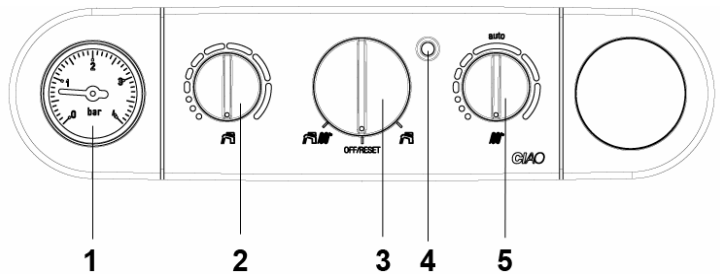

Рис. 4.1
- открутите на два или три оборота пробку автовоздушника (B) рис 3.9;
- откройте кран подпитки (D) до тех пор, пока давление на манометре, расположенном на панели управления (рис. 4.1), не достигнет приблизительно 1 бар.
- подайте электропитание на котел и установите переключатель режимов работы в положение «лето»  или «зима»  (рис. 4.1) в зависимости от того, какой режим работы вам нужен.